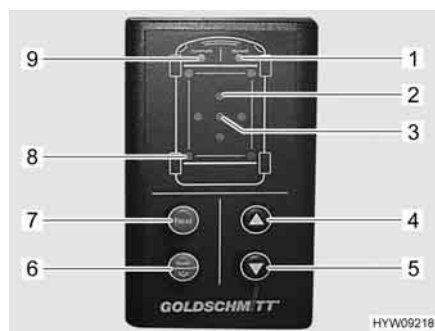

Fig. 36 Elemento di comando dei piedini di stazionamento idraulici
Quando la pendenza del veicolo è troppo elevata, il LED rosso "Inclinazione" (Fig. 36,2) lampeggia. Scegliere posizioni di sosta idonee; qualora non siano adatte, l'utilizzo dei piedini di stazionamento è a proprio rischio e pericolo.
Se a causa di un avvallamento del terreno viene raggiunta la lunghezza massima di uno dei piedini di stazionamento estratti, i LED "Funzionamento manuale" (Fig. 36,1) e "Modalità automatica" (Fig. 36,9) lampeggiano tre volte. In tal caso, chiudere i piedini di stazionamento, posizionare un supporto sotto il piedino interessato e ripetere la procedura.
- Tenere premuto per più di 1 secondo il tasto "On/Off/modalità di funzionamento". Dopo l'accensione, viene emesso un segnale acustico e il LED "Modalità automatica" (Fig. 36,9) si attiva.
- Premere brevemente il tasto "On/Off/modalità di funzionamento" (Fig. 36,6). La modalità di funzionamento può essere impostata su funzionamento manuale o modalità automatica. Il LED corrispondente (Fig. 36,1 o Fig. 36,9) si illumina.
- Premere il tasto "Apertura" (Fig. 36,5). La procedura di regolazione viene eseguita autonomamente. I LED "Piedini di stazionamento" (Fig. 36,8) lampeggiano quando i piedini di stazionamento sono in movimento. Se il veicolo è dotato di puntelli ribaltabili: il movimento dei piedini di stazionamento si arresta dopo che questi sono stati ribaltati per consentire di posizionare sotto un supporto. Il LED "Modalità automatica" (Fig. 36,9) lampeggia rapidamente.
- Premere di nuovo il tasto "Apertura" (Fig. 36,5). La procedura di regolazione prosegue.
- Premere il tasto "Chiusura" (Fig. 36,4). I piedini di stazionamento si ritraggono completamente. I LED "Piedini di stazionamento" (Fig. 36,8) lampeggiano quando i piedini di stazionamento sono in movimento.
- In modalità automatica, premere brevemente il tasto "On/Off/modalità di funzionamento" (Fig. 36,6). Il LED "Funzionamento manuale" (Fig. 36,1) si illumina.
- Prestare attenzione ai LED "Inclinazione" (Fig. 36,2). Se un LED è illuminato, significa che il veicolo deve essere sollevato in corrispondenza del lato indicato.
- Premere il tasto "Next" (Fig. 36,7) fino a quando viene selezionato il paio di piedini di stazionamento desiderato. I relativi LED "Piedino di stazionamento" (Fig. 36,8) si illuminano.
- Premere il tasto "Chiusura" (Fig. 36,4) o "Apertura" (Fig. 36,5) fino al raggiungimento della posizione desiderata.
- Premere di nuovo il tasto "Next" (Fig. 36,7) fino a quando viene selezionato un altro paio di piedini di stazionamento. Proseguire con la procedura fino al completo allineamento del veicolo. Il veicolo è allineato quando il LED verde "Posizione ok" (Fig. 36,3) si illumina.
- Premere contemporaneamente i tasti "On/Off/modalità di funzionamento" (Fig. 36,6), "Apertura" (Fig. 36,5) e "Chiusura" (Fig. 36,4) e tenerli premuti per 3 secondi.
- Dopo la conferma acustica e l'illuminazione del LED "Posizione ok" (Fig. 36,3), rilasciare i tasti. La posizione viene salvata come Posizione ok.